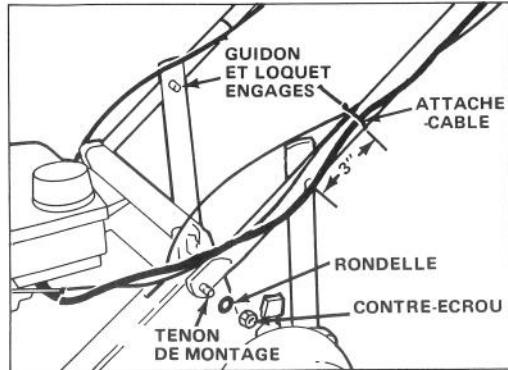

Figure 1
1. Ecartez les mancherons et glissez-les sur les tenons de montage du carter de la tondeuse (Fig. 1).
2. Attachez chaque côté du guidon aux tenons de montage à l'aide d'une rondelle et d'un contre-écrou (Fig. 1).
3. Actionnez les loquets du guidon vers l'intérieur, puis orientez le guidon vers le haut ou vers le bas afin d'enclencher les tenons dans l'orifice du milieu des deux loquets (Fig. 1).
5. Fixer les câbles de commande de chaque côté du guidon à environ 3 pouces (3,5 cm) au-dessus du goujon de montage au moyen du collier (Fig. 1).